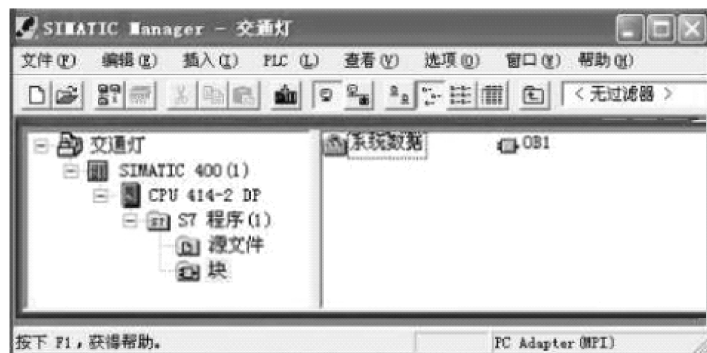

图 6-27 建立新项目
1) 新建名为“交通灯”的项目，并完善项目的硬件组态，如图 6-27 所示，同时插入一个编程语言为“GRAPH”的功能块（本例是 FB1）和 FB1 的背景数据块 DB1。